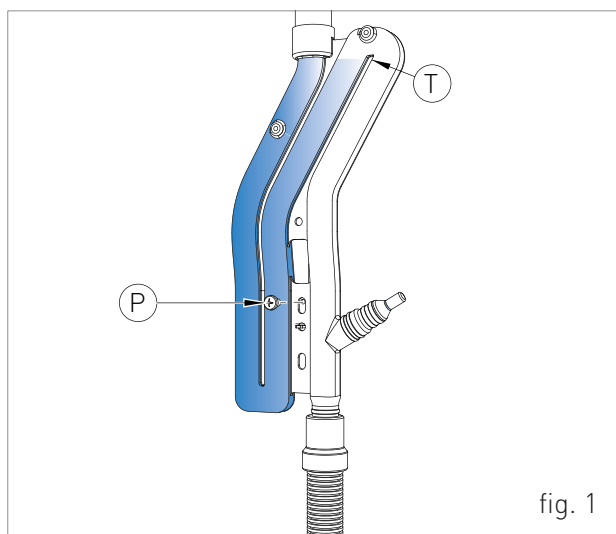

fig. 1
3. conectar un tubo de goma a la llave de vaciado colocada en la parte superior del intercambiador (2-fig.1);
- › Aflojar el tornillo "P" (fig.1), extraer el sifón y llenarlo de agua hasta el punto más alto "T" (fig.1);